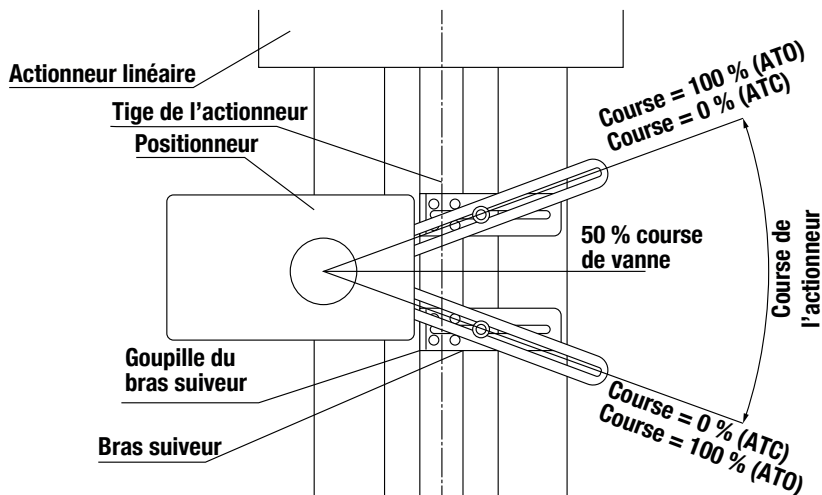

Figure 4. Réglage de base d'un actionneur pneumatique linéaire
**Remarque :** Un montage légèrement asymétrique augmente l'écart de linéarité mais n'affecte pas les performances du dispositif. En fonction de la taille et de la course de l'actionneur, il peut être nécessaire de retourner le bras d'accouplement (Figure 4) de 180° et de le fixer sur le côté opposé du support du collier de tige.
### **Réglage de la goupille du suiveur (Figure 4)**